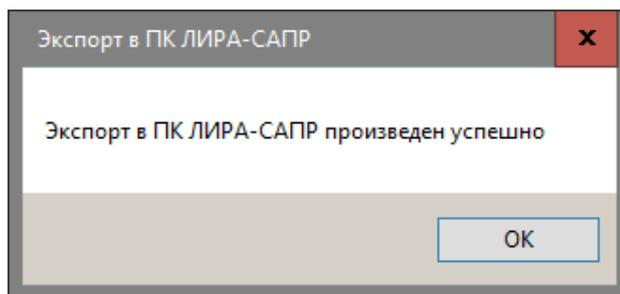

Рис.15.8. Диалоговое окно Экспорт в ПК ЛИРА-САПР
- Переключитесь в Revit Structure и щелкните по кнопке **ОК** в диалоговом окне **Экспорт в ПК ЛИРА-САПР** (рис.15.8.)